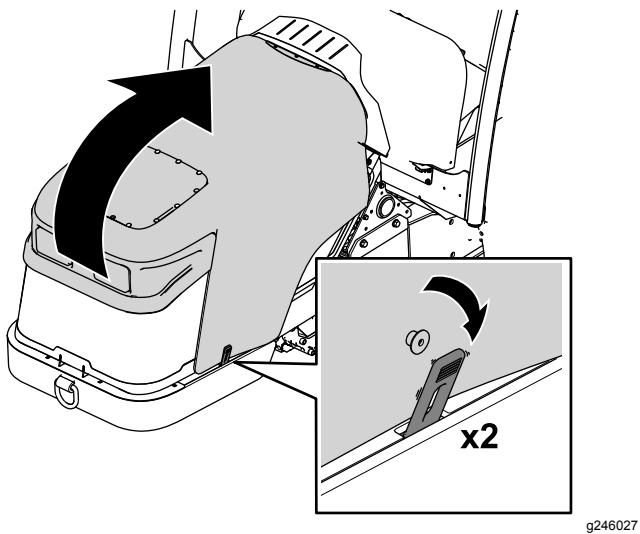

Figura 68
1. Liberte as correias de cada lado da máquina (Figura 68).